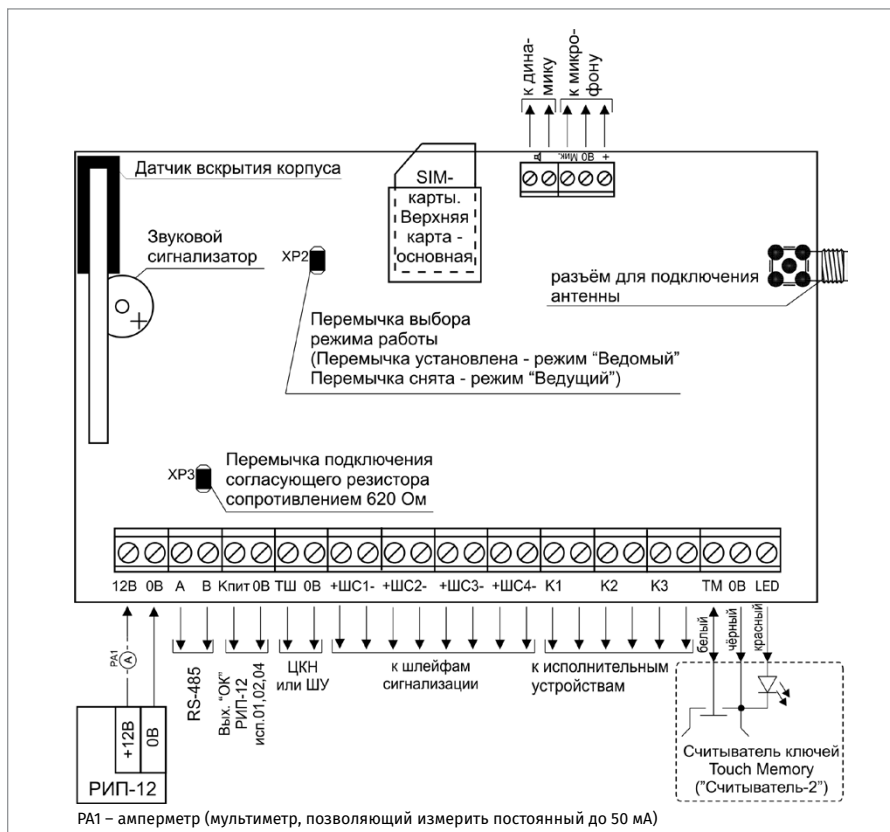

Рисунок 1. Схема внешних соединений «УО-4С исп.02»
2. Схема соединений при проверке приведена на Рисунок 1
2.12. По окончании проверки отключите от прибора внешние цепи и выполните подключение линий в соответствии с проектной документацией и схемой на Рисунок 1.